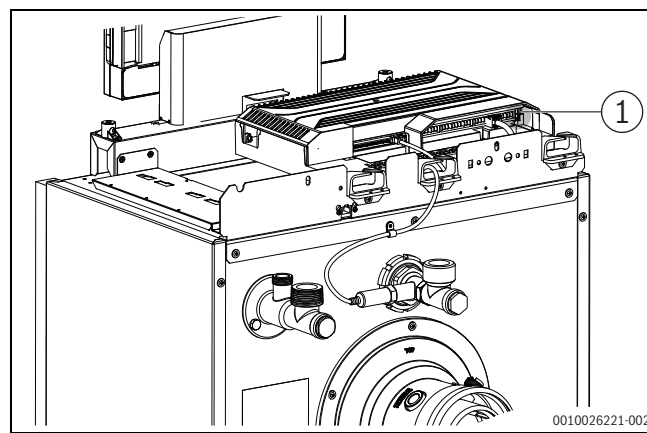

Bild 25 Netzanschluss herstellen
- Netzanschluss über die Klemme an IN - Netzeingang herstellen (→ Bild 25, [1]).